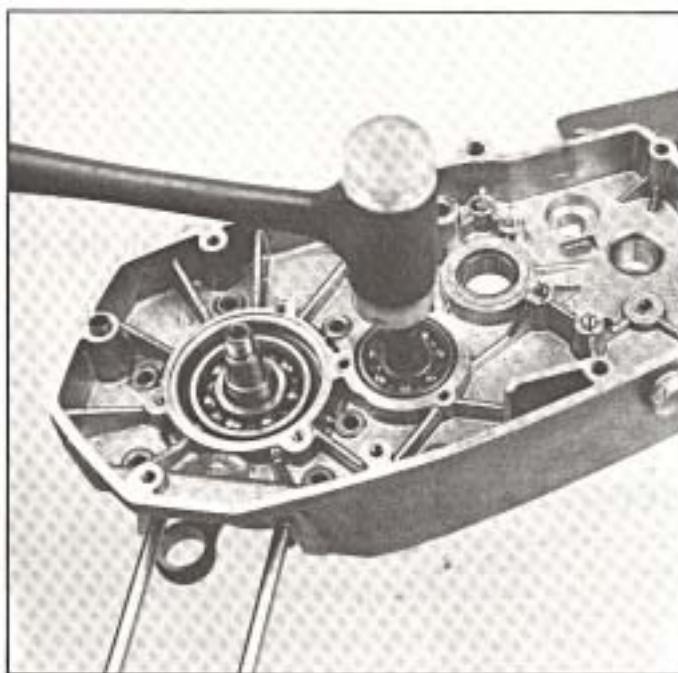

Fig. 20
- Sortir l'arbre primaire en utilisant un maillet (figure 20).